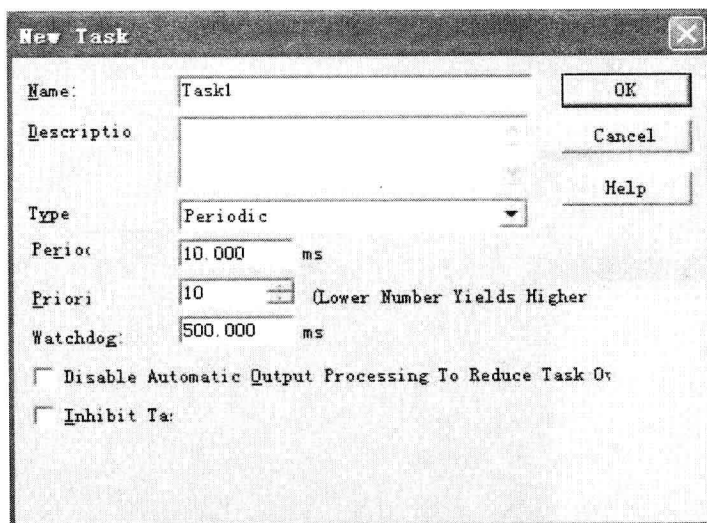

图 1-4 New Task 对话框
- 1) 在 Controller Organizer 中，用鼠标右键点击 Task 图标，并在弹出的选项框中选择 New Task，将出现 New Task 对话框，如图 1-4 所示。
7) 确认输入与图 1-4 所示吻合, 点击 OK 按钮完成创建任务。这时 Task1 将显示在 Controller Organizer 中, Task1 的文件夹图标中有一个小时钟, 表示这是一个周期的或基于时间的任务。